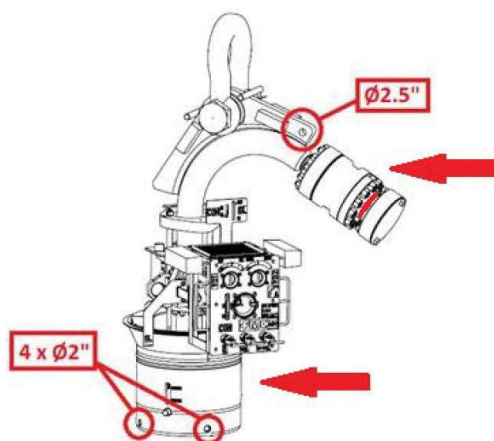

Figura 2: Olhais para tombamento e posição das cintas
1. Somente utilizar os olhais (preferenciamente com manilhas) sinalizados e o enforcamento com cintas, de maneira que não corram, nas indicações das setas da Figura 2 para tombamento do MCV.
2. Em caso indisponibilidade de uma mesa de inspeção, o MCV deverá ser tombado no convés com o auxílio dos olhais da Figura 2.